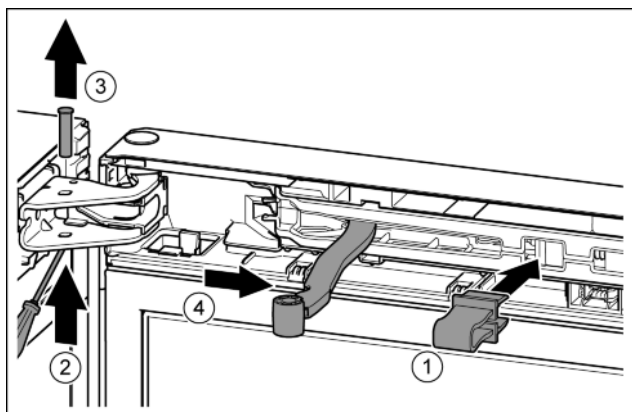

Fig. 8
- ▶ Zabezpieczenie zazębić w otworze. Fig. 8 (1)
- ▶ Sworznie wysunąć przy pomocy śrubokręta. Fig. 8 (2)
- ▶ Sworznie wyjąć w górę. Fig. 8 (3)
- ▶ Przegub obrócić w kierunku drzwi. Fig. 8 (4)